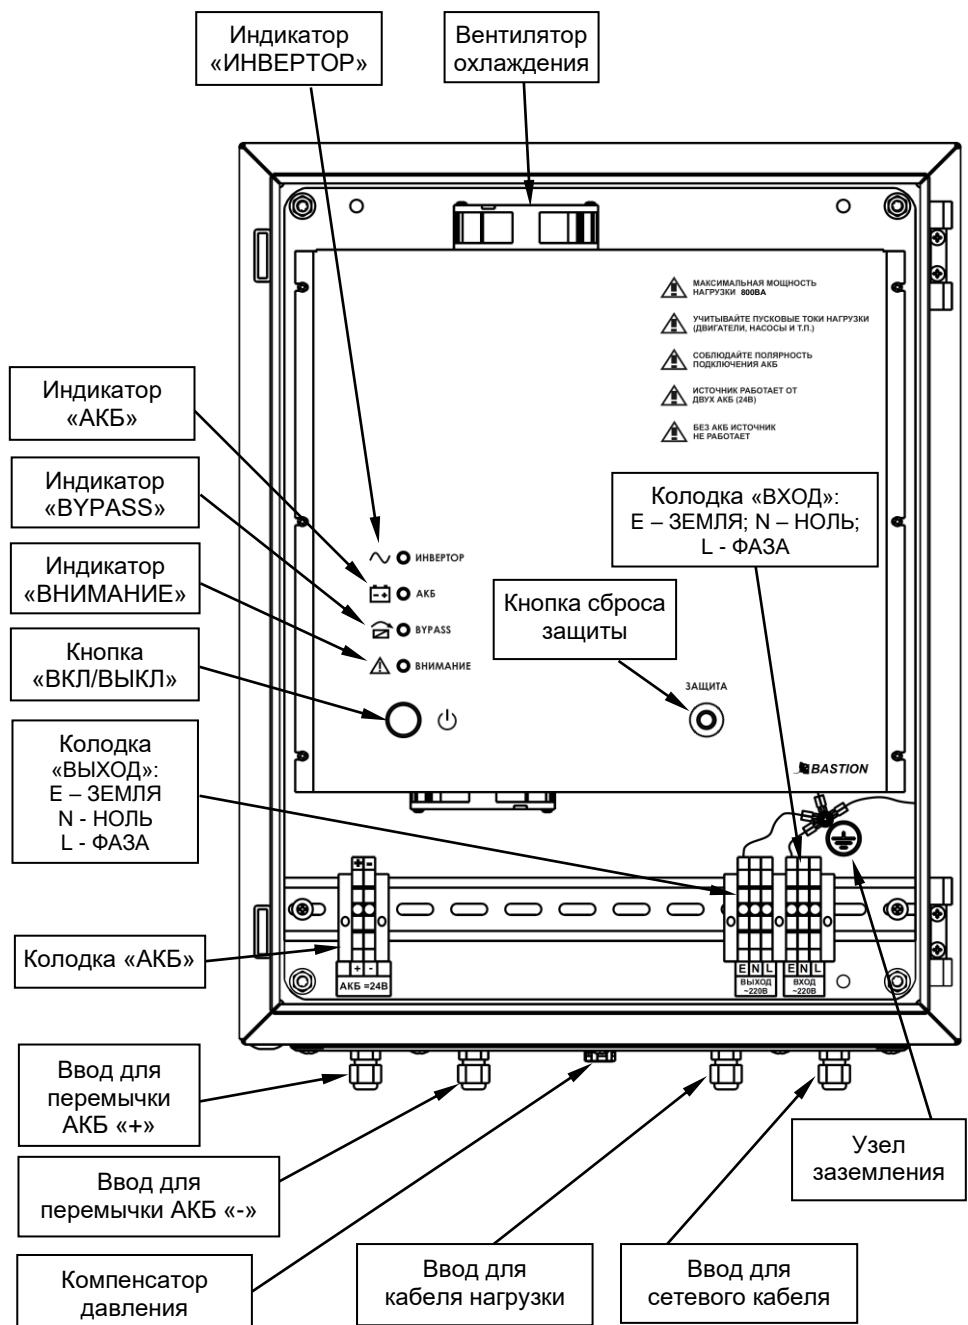

Рисунок 2 - Вид изделия с открытой дверцей.
Установите кабельные вводы и компенсатор давления (входят в комплект поставки) в предусмотренные для них отверстия на нижней стенке корпуса изделия (см. рисунок 2).
Подключение внешних цепей к изделию выполняется через соответствующие кабельные вводы в соответствии с назначением клемм подключения (см. рисунок 2). Перед проведением электромонтажа, многожильные провода рекомендуется оконечить втулочными наконечниками (наконечники входят в комплект поставки).
- Подключите к изделию, соблюдая полярность, провода для подключения внешней АКБ (см. рисунок 2).
- Зафиксируйте подведенные к изделию провода и кабели в соответствующих герметичных кабельных вводах (см. рисунок 2).
- После самотестирования изделие перейдет в режим «ОСНОВНОЙ», включится индикатор «ИНВЕРТОР» (см. рисунок 2).
Отключить сетевое напряжение. Изделие должно автоматически выполнить переход на резервное питание нагрузок от АКБ. Индикатор «ИНВЕРТОР» останется включенным, дополнительно включится индикатор «АКБ» и один раз в 4 секунды будет вспыхивать индикатор «ВНИМАНИЕ» (см. рисунок 2).
Включить изделие, нажав и удержив окно секунды кнопку «ВКЛ/ВЫКЛ». Изделие выполнит те же действия, что и при работе от сети, за исключением того, что питание нагрузок осуществляется от АКБ. Изделие сразу перейдет в режим «РЕЗЕРВ», индикаторы «ИНВЕРТОР» и «АКБ» включатся (см. рисунок 2).